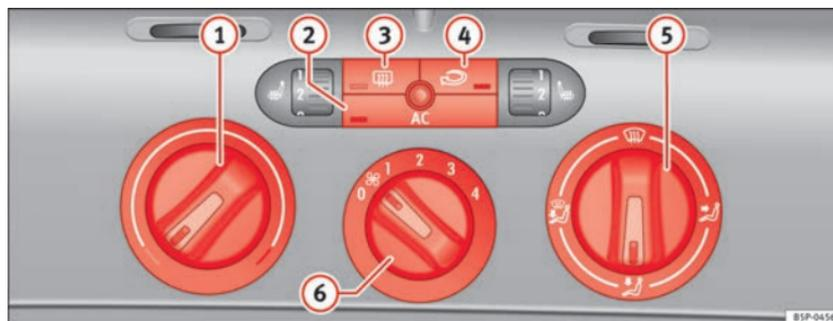

Abb. 126 In der Instrumententafel: Bedienelemente der Climatic
- Mit den Reglern ⇒ Abb. 126 ① und ⑤ und mit dem Schalter ⑥ stellen Sie die Temperatur, die Luftverteilung und die Gebläsestufe ein.
- Drücken Sie die jeweilige Taste ②, ③ oder ④, um eine Funktion ein- oder auszuschalten. Bei einer eingeschalteten Funktion leuchtet die Kontrollleuchte unten an der Taste auf.
① Temperaturregler ⇒ Seite 164.
② Taste **AC** – Klimaanlage ein-/ausschalten ⇒ Seite 164
③ Taste – Heckscheibenbeheizung. Etwa 20 Minuten nach dem Einschalten wird die Beheizung automatisch ausgeschaltet. Sie lässt sich vorzeitig durch Drücken der Taste ausschalten.
④ Taste – Umluftbetrieb ⇒ Seite 165
⑤ Luftverteilungsregler ⇒ Seite 164.
⑥ Gebläseschalter. Der Luftstrom ist in vier Stufen einstellbar. Das Gebläse sollte bei langsamer Fahrgeschwindigkeit immer auf der niedrigsten Stufe mitlaufen. ▶
- Schalten Sie die Klimaanlage mit der Taste ⇒ Abb. 126 ☒ AC ein.